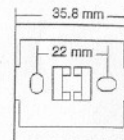

Fig. 1
- a parete retroquadro fissare a parete l'elemento plastico in dotazione (fig. 1) e agganciarvi l'interruttore orario con kit a richiesta